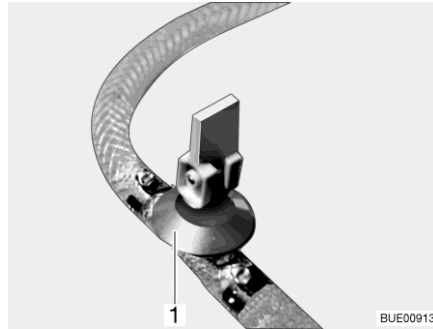
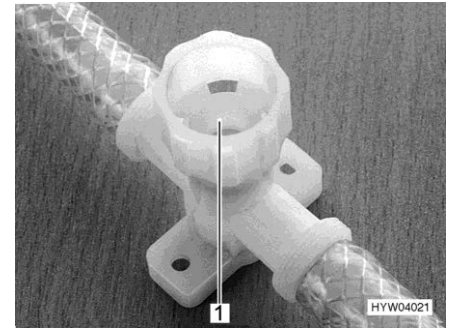

Fig. 258 Llave de desagüe (con balancín)
Fig. 259 Llave de desagüe (con tapa giratoria)
- Abrir todas las llaves de desagüe. Para esto, poner el balancín de la llave de desagüe (Fig. 258,1) en posición vertical o girar la tapa de la llave de desagüe (Fig. 259,1) en sentido contrario a las agujas del reloj.